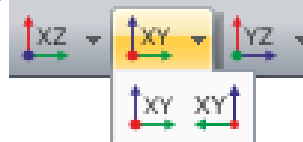

Рис. 171. Раскрывающийся список
**Проекция XOY** (рис.171) – раскрывающийся список с заменой, который содержит команды по представлению расчетной схемы в проекции на плоскость XOY.